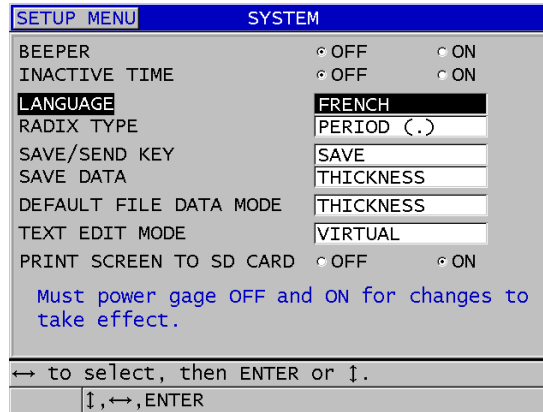

図 4-1 ユーザーインターフェース言語の選択
3. システム画面で、次の操作を行います（66ページの図 4-1 を参照）。